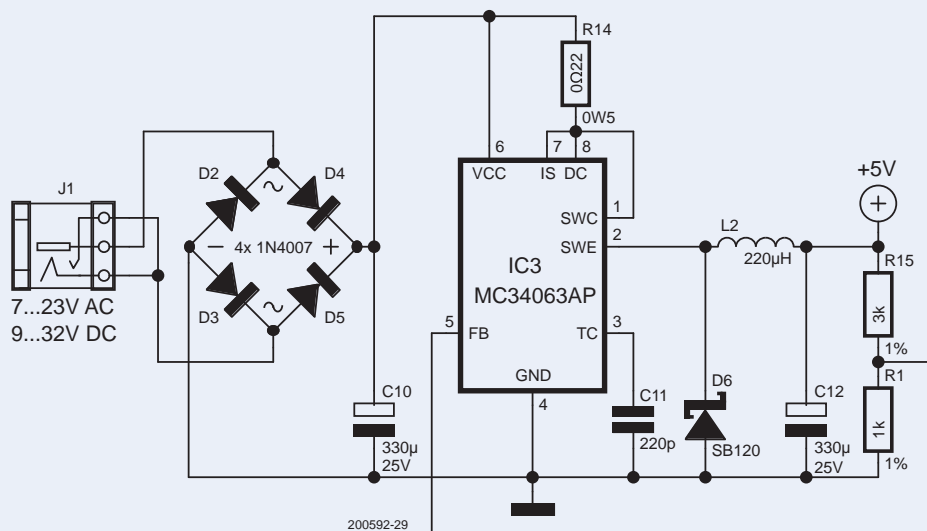

Figure 3. L'alimentation à découpage couvre une vaste plage de tension d'entrée.
Un MC34063 (IC3) monté en régulateur *buck* à découpage fournit la tension d'alimentation convenable de +5 V (fig. 3). La source d'alimentation CA/CC à l'entrée du circuit est redressée puis filtrée par le condensateur C10 avant d'entrer dans IC3. Le redresseur D2 à D5 permet l'alimentation en courant alternatif (CA) et en courant continu (CC) de polarité quelconque. Ainsi, l'appareil accepte à son entrée des tensions de 7 à 23 VAC ou de 9 à 32 VCC. La fréquence de découpage est voisine de 30 kHz. Le circuit complet ne consomme que 35 mA. Comme l'alimentation peut fournir jusqu'à 1,2 A, elle est très largement dimensionnée. La broche centrale du connecteur d'alimentation a un diamètre de 2 mm, compatible avec de nombreux adaptateurs standard.